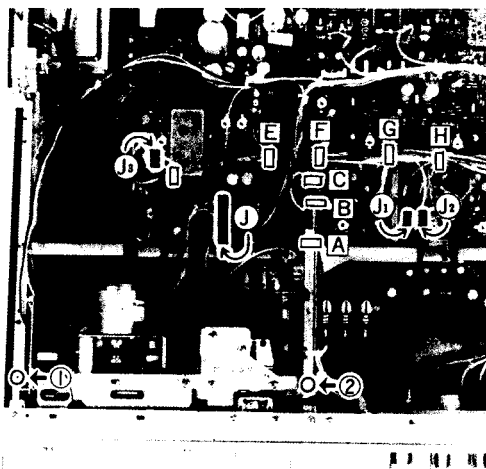

Abb. 3
- b) Entfernen Sie den gebündelten Teil **A** -- **H** , wie in der Abb. 3 dargestellt ist.
c) Entfernen Sie (J), (J1) -- (J3) entsprechend er Abb. 3.
d) Schrauben (1) und (2) in der Abb. 3 (Gewindebohren 3 x 6) lösen.
Dieser Teil kann abgenommen werden, indem Sie die Schrauben ①, ② in der Abb. 3 lösen und den Mechanismus herausdrehen.